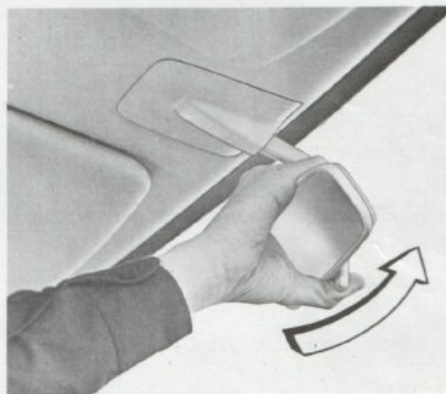

Bild 1
6. Ta bort den invändiga backspegeln genom att trycka den framåt (bild 1). Skruva därefter loss backspegelns fästplatta från taket.